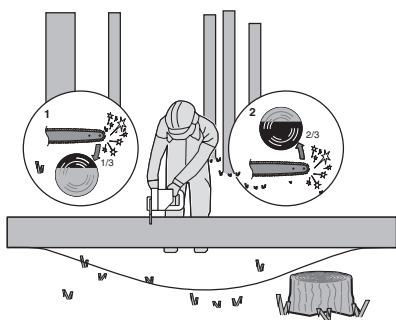

Bild 5
När stocken stöttas i båda ändarna, så som visas på bild 5, såga 1/3 diameter från ovsidan (kapning från ovsidan) (1). Gör sen den avslutande kapningen genom kapning från undersidan, från de undre 2/3 (2), för att möta den första sågningen.